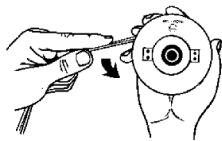

Рис. 15С
5. Намотайте режущую леску как показано на иллюстрации (Рис. 15С), сохраняя натяжение, отделив половины лески с помощью делителя катушки. Оставьте концы длиной до 6" (15см).